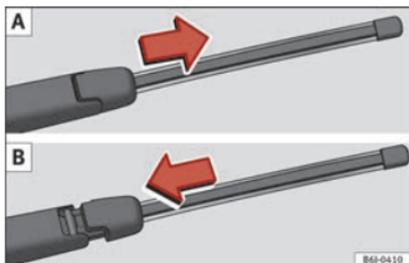

Fig. 74 Estrarre e posizionare la spazzola del tergilunotto.
- Scorrere l'adattatore della spazzola nella direzione della freccia e rimuovere la spazzola » **fig. 74 A**.
- Posizionare la spazzola come indicato nella figura » **fig. 74 B** e scorrere l'adattatore fino a quando non si incastra.